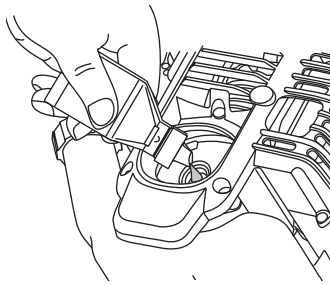

Fig. 5
- Vierta todo el contenido de la botella de aceite en el cigüeñal (Fig. 5).